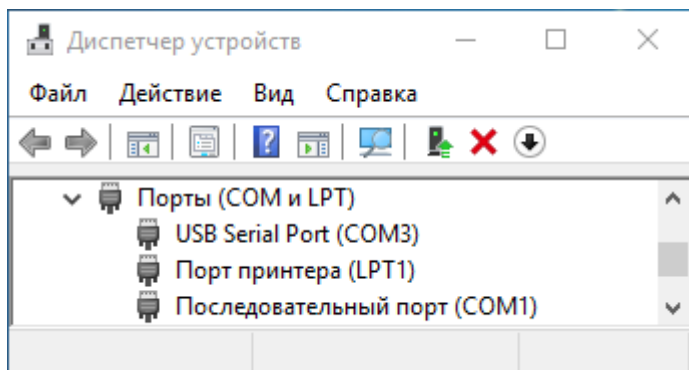

Рисунок 1 — Регулятор подключен к COM3
3.1.2 Посмотрите в «Диспетчере устройств» номер COM-порта, к которому подключен регулятор (см. рисунок 1).